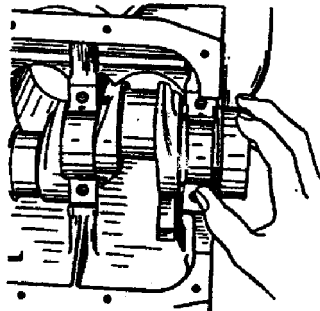

Fig. 2-12. Instalações dos casquilhos de encosto
3. Selecionar o casquilho de encosto de espessura adequada, conforme procedimento descrito em *árvore de manivelas e volante*; posicionar as metades do casquilho de encosto no mancal traseiro (fig. 2-12).